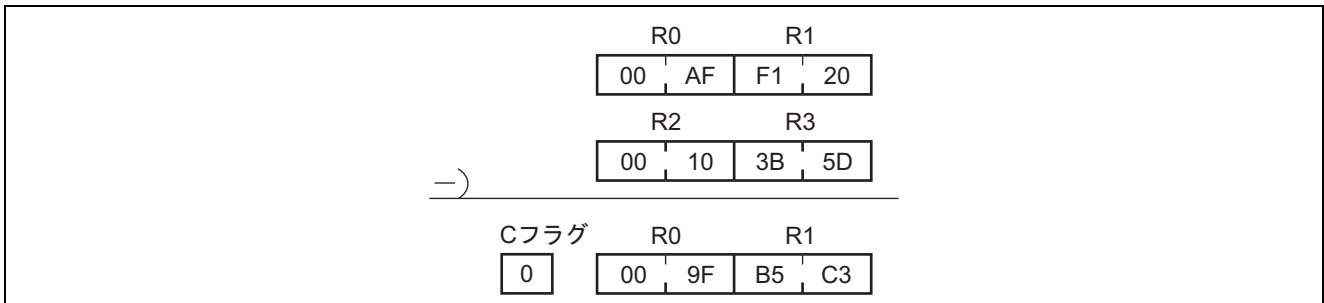

図 3 上位ビットを使用しない減算例
1. 図 3 のように上位ビットを使用しない場合は、上位ビットに"0"を設定してください。"0"を設定していない場合、上位ビットに設定されている不定のデータを含めて減算されるため、正確な減算結果は得られません。